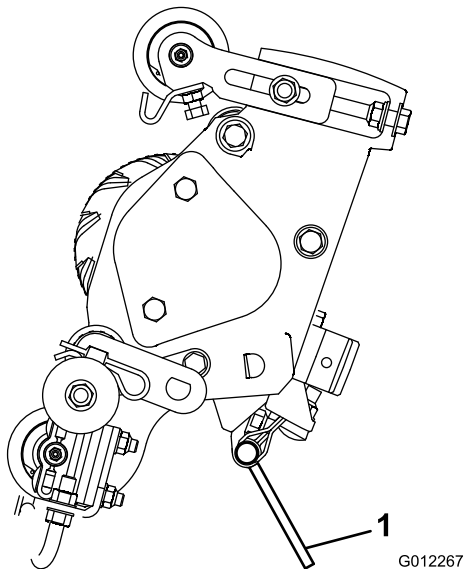

Bild 2
**Hinweis:** Wenn Sie den Vertikutierer kippen müssen, um an die Vertikutiermesser zu gelangen, sollten Sie den Ständer (der mit der Zugmaschine geliefert wurde) verwenden (Bild 2).